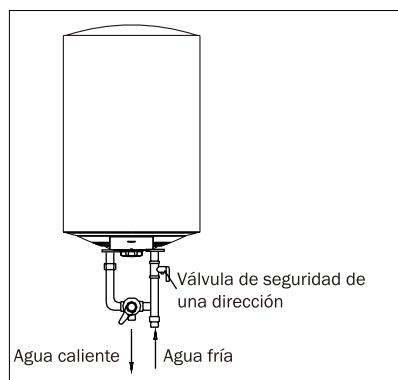

Fig. 5
(Fig.5)
- The multifunction valve attached with the heater must be installed at the cold water inlet of this heater (see Fig.5).
- La válvula multifunción conectada con el termo debe instalarse en la entrada de agua fría de este termo. (mirar fig.5.)